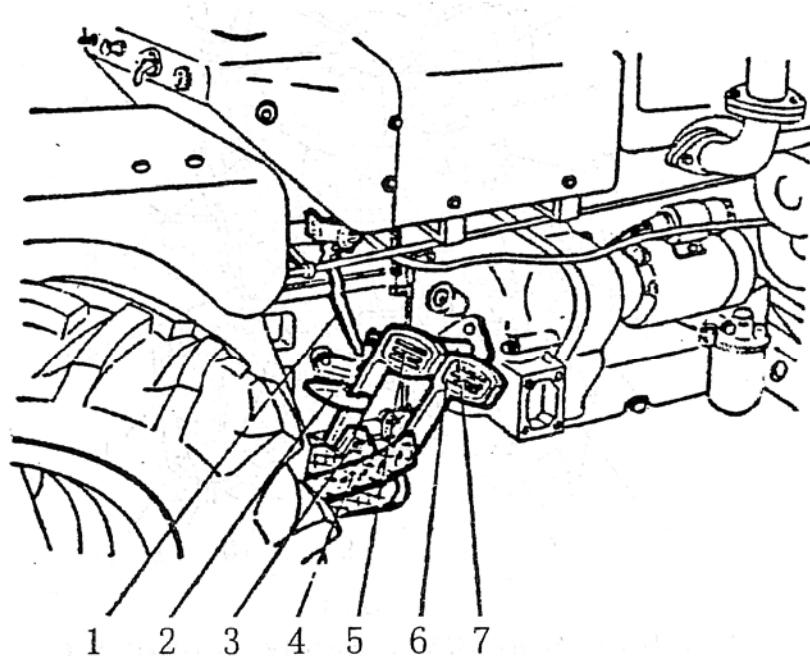

Рис. 2-5
14. Фиксаторная собачка 2 (рис. 2-5)